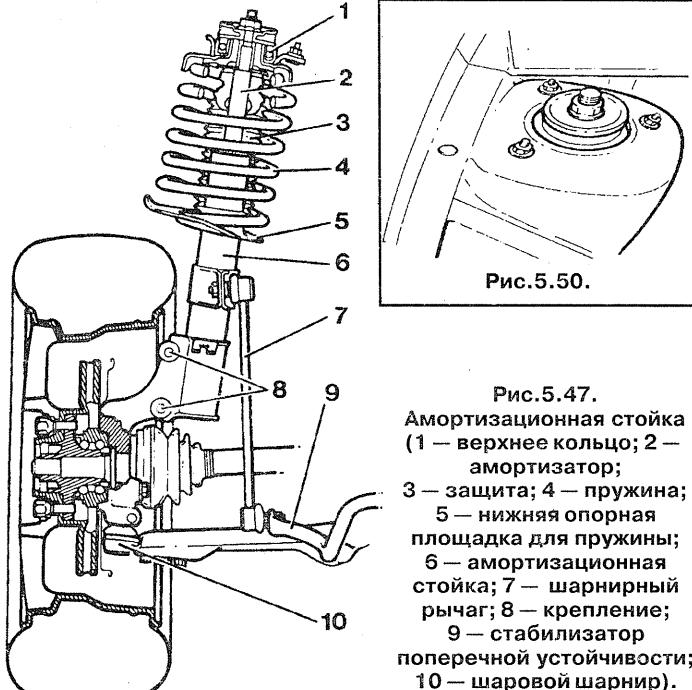

Рис.5.47.
51. Удалить крепление амортизационной стойки в цапфе поворотного кулака (8 на рис.5.47). Затем демонтировать амортизационную стойку. Рекомендуется применять приспособление для сжатия пружины, когда удаляют гайку и шайбу крепления в верхней части. В мастерской для этих целей применяют втулку и упор.